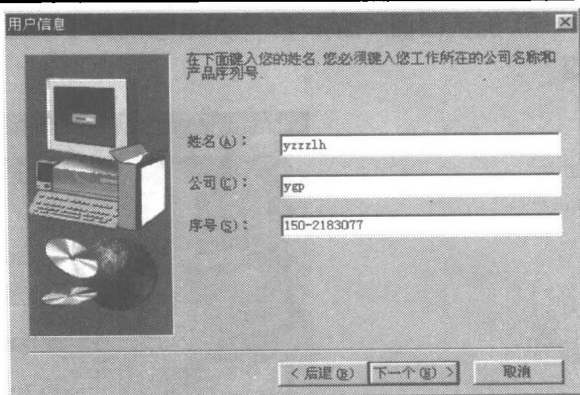

图 1-4
4) 用户信息 (见图 1-4)。请您输入您的姓名及所在单位和产品序列号。